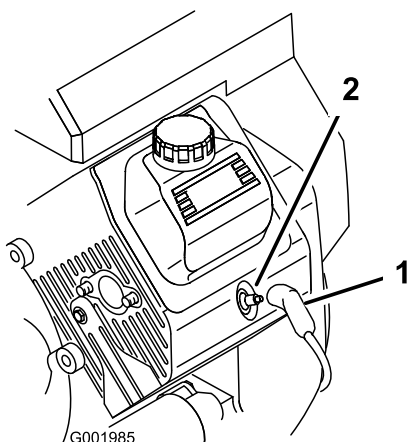

Figure 45
3. Débranchez les fils des bougies (Figure 45).
3. Rebranchez le fil de la ou des bougies (Figure 45).